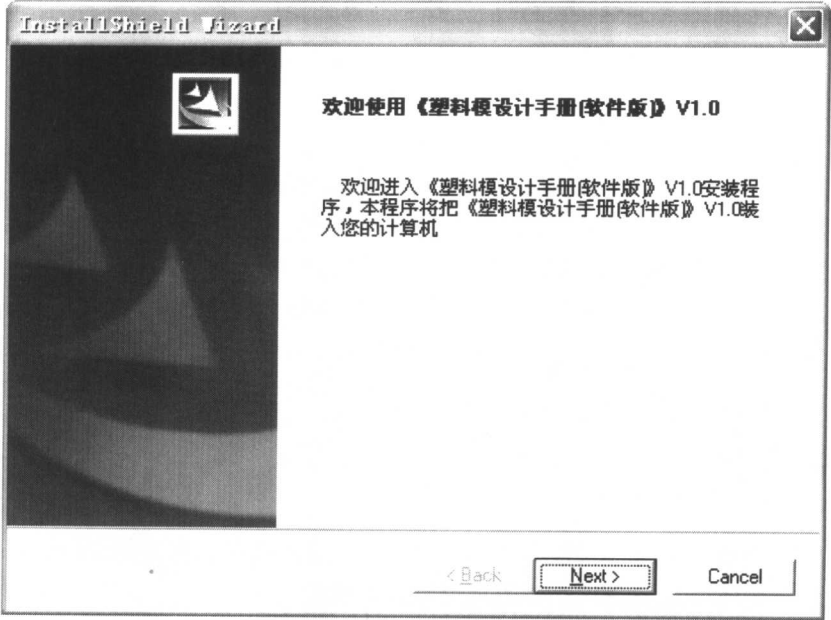

图 1.1 安装向导
- （2）双击安装盘中的安装程序 Setup.exe，用户首先看到的是欢迎界面，如图 1.1 所示。